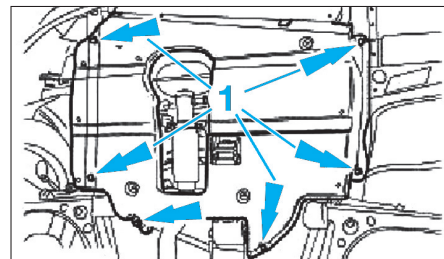

Fig. 6
- Déposer les vis (1) de la tôle de protection inférieure de moteur (le cas échéant) (Fig.6).